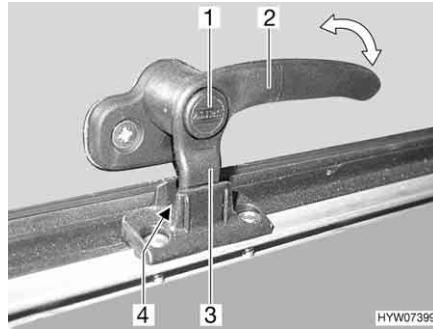
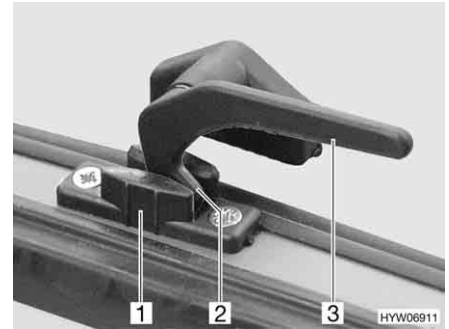

Fig. 74 Palanca de bloqueo con botón de seguridad en la posición de "ventilación continua"
Fig. 75 Palanca de bloqueo en la posición de "ventilación continua"
- En la posición "ventilación continua" (Fig. 74 y Fig. 75)
- Si existe, pulsar el botón de seguridad (Fig. 74,1) y mantenerlo pulsado.
- Girar la palanca de bloqueo (Fig. 74,2 ó Fig. 75,3) un cuarto de vuelta hacia la mitad de la ventana.
- Girar de nuevo hacia atrás la palanca de bloqueo. El saliente de bloqueo (Fig. 74,3 ó Fig. 75,2) de la palanca de bloqueo se ha de introducir para ello en el rebaje del bloqueo de la ventana (Fig. 74,4 ó Fig. 75,1).
- Si existe, soltar el botón de seguridad (Fig. 74,1).